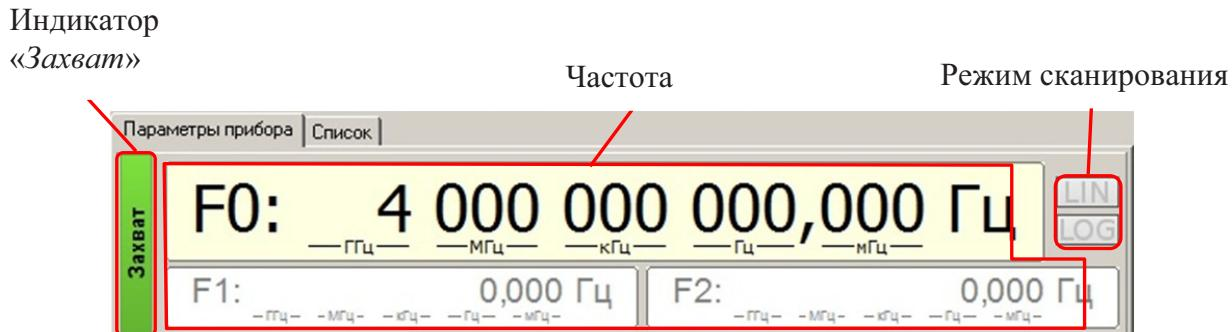

Рисунок 6.17 – Параметры частоты
В параметрах частоты (рисунок 6.17) отображается:
1) в режиме «Фиксированная частота и мощность» и «Сканирование по мощности» отображается  $F_0$  – значение текущей частоты, поля  $F_1$  и  $F_2$  затенены (рисунок 6.17);
в) режим сканирования – отображает закон изменения частоты линейный **LIN** или логарифмический **LOG**. В режиме «Фиксированная частота и мощность» оба индикатора затенены (рисунок 6.17).